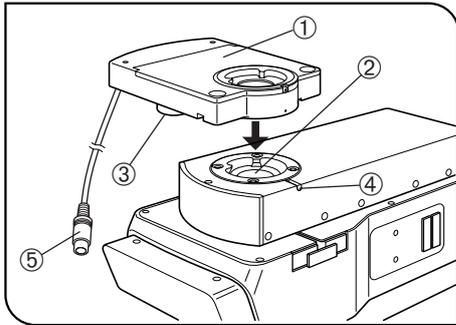

Fig. 3
Montaje del analizador motorizado MX-ANM (Fig. 3)
1. Monte el analizador motorizado MX-ANM ① sobre el soporte del tubo U-AFA2M ② de la unidad de autoenfoque U-AFA2M o sobre el soporte del tubo de observación del microscopio de modo que el motor ③ quede colocado en la parte izquierda del microscopio si se mira desde delante (como se muestra en la Fig. 3), y asegure temporalmente el tornillo de sujeción ④ (ya que después será necesario realizar el ajuste de Nicol cruzado según se describe más abajo).
2. Conecte el conector ⑤ del cable de conexión del analizador motorizado MX-ANM en el conector con la marca “FW2” que hay sobre la caja de control BX-UCB.